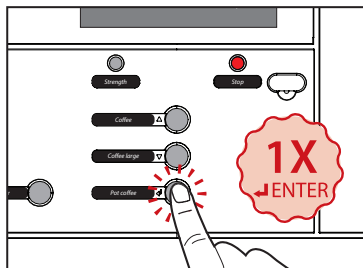

Fig. 6
5. Trykk på **ENTER** for å fortsette rengjøringsprosedyren (se fig. 6). Displayet vil vise: